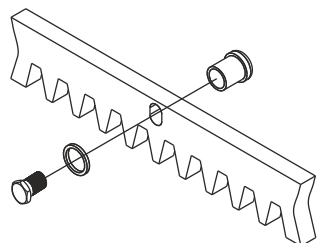

Abb. 9
**5.2.** An jedes Zahnstangenglied die Befestigungsklinken mit den entsprechenden Befestigungsschrauben im oberen Bereich der Öse befestigen - Abb. 9